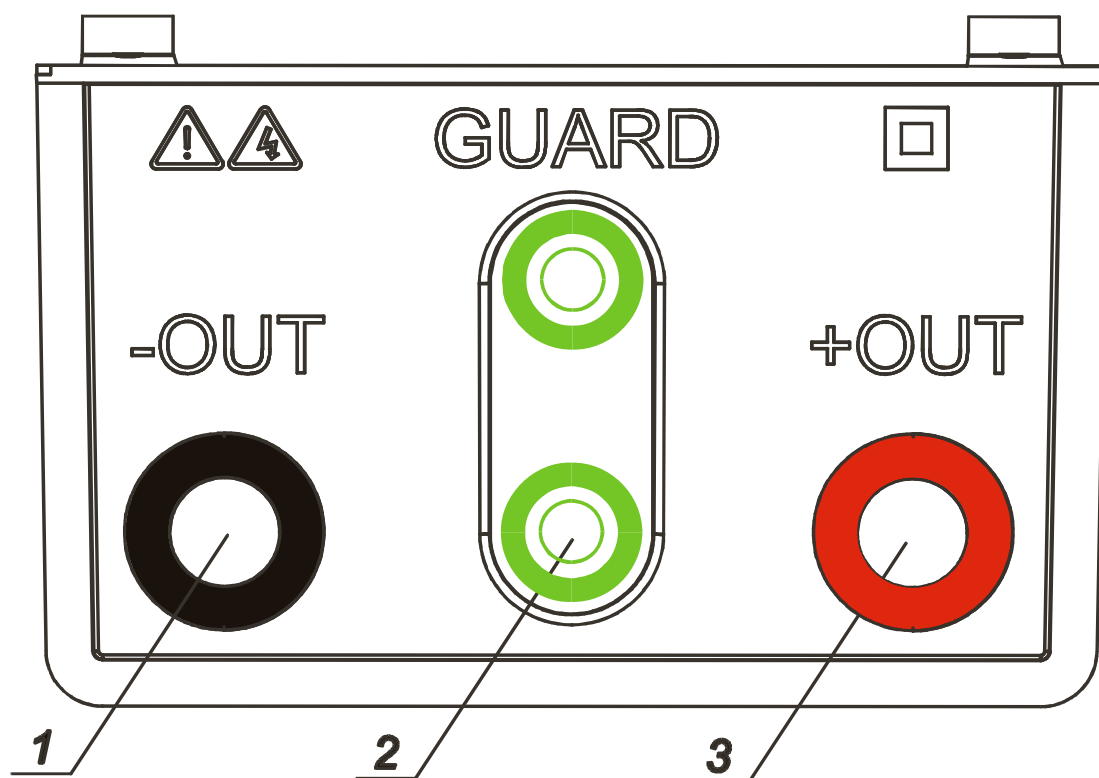

Bild 2. Anschluss für Prüfleitungen
- Anschluss für Prüfleitungen über vier Sicherheitsbananenbuchsen (**Bild 2**),